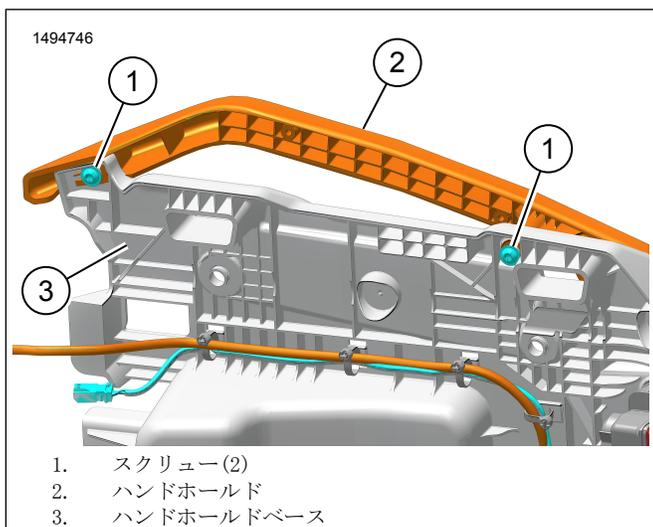

図10。ハンドホールド
8. 図10を参照してください。ハンドホールド(2)を取り付けます。